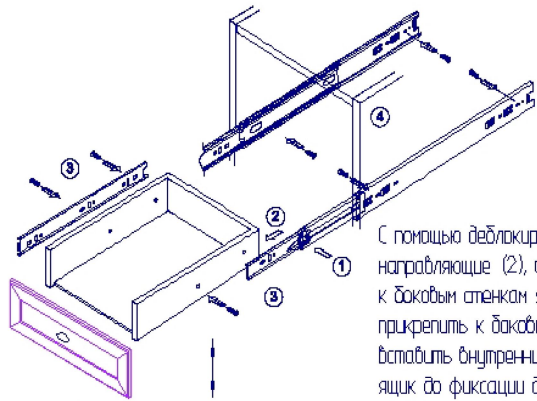

рисунок 1
1. Приложить опору №534 к детали №1056. (рис.1)
4. Прикрепить опоры №534 к детали №1056 с помощью шурупов компл. №26 (0).
3. При необходимости отрегулировать ящик по вертикали (рисунок 1)